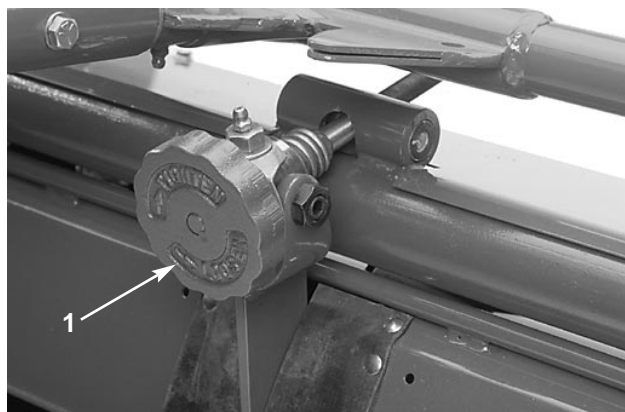
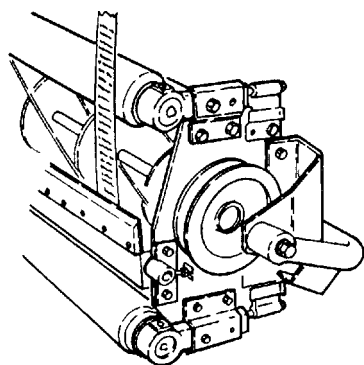

Fig. 45
Fig. 46
JUSTERING AF BUNDKNIVEN, SÅ DEN ER PARALLEL MED KNIVCYLINDEREN (Fig. 45–46)
1. Sørg for at kontakten med knivcylinderen fjernes ved at dreje bundknivens justeringsknop mod uret (Fig. 45). Vip klippeenheden for at få adgang til knivcylinderen og bundkniven (Fig. 46).
4. Løsn boltene (2 stk.) på bundknivens justeringsanordning (Fig. 46).